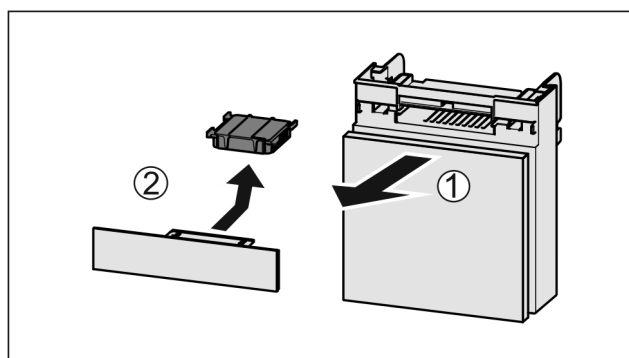

Fig. 137
- 向前拉出 Fig. 137 (1) 抽屉。
- 取出 Fig. 137 (2) 活性炭过滤器。